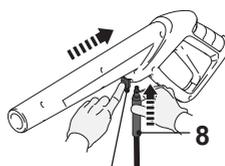

Fig. 5
- > Poussez le loquet (10e) du pistolet (10) pour ouvrir le port de connexion, puis insérez le connecteur du tuyau haute pression (8) (Fig. 5).